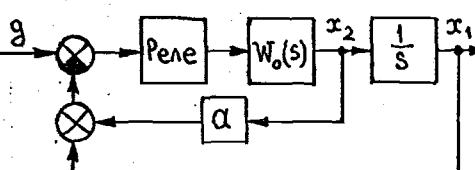
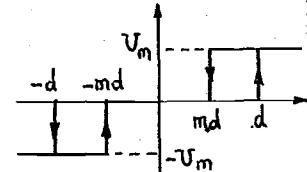

Рис.30
Рис.31
со структурной схемой, изображенной на рис.30. Передаточная функция $W_o(s) = K/S$, а реле имеет характеристику общего вида (рис.31).
16. В структурной схеме системы управления (рис.30) реализуйте
27. В структурной схеме системы управления (рис.30) реализуйте